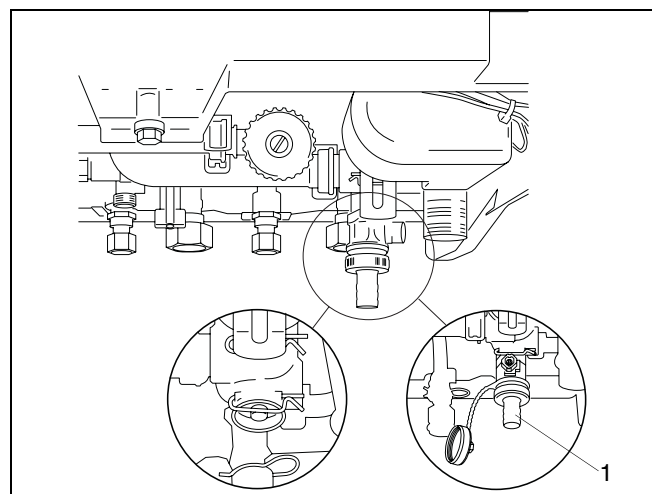

fig. 6 Montering af påfyldningshane på højre underside
Gaskedlerne **Milton SmartLine (Combi) HR 24** leveres med en påfyldnings- og aftapningshane, som kan monteres i stedet for blindproppen (fig. 6, pos. 1). Fremgangsmåden er som følger: